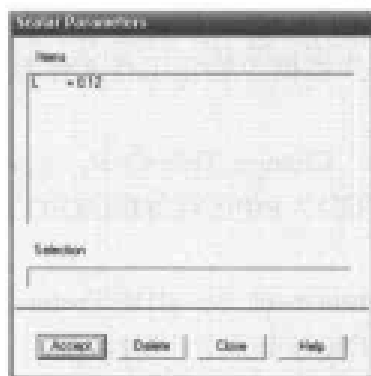

图 14-4 标定参量对话框
(1) 选择 Utility Menu | Parameters | Scalar Parameters 命令, 出现 Scalar Parameters 对话框, 在文本框中输入 $L=0.12$, 如图 14-4 所示, 单击 Accept 按钮。